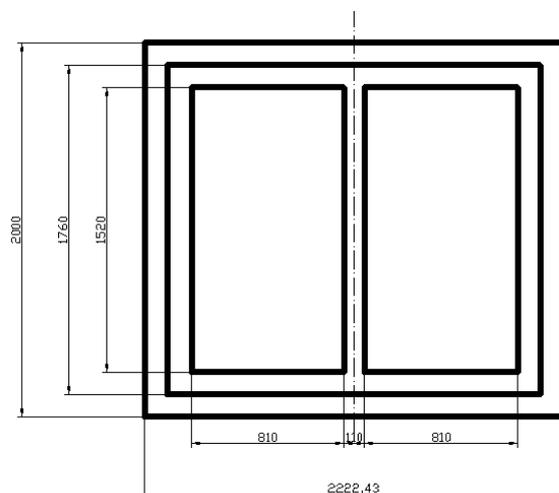

Рис.2.22. Учебный чертеж «Фрагмент чертежа Блок Пс-2-60»
36. Выполните построение учебного чертежа по указанным размерам (Рис.2.22). При построении используйте команду **Подобие** или **Зеркало** меню **Изменить** (например для прямоугольного объекта). Размеры на чертеже не проставляйте.